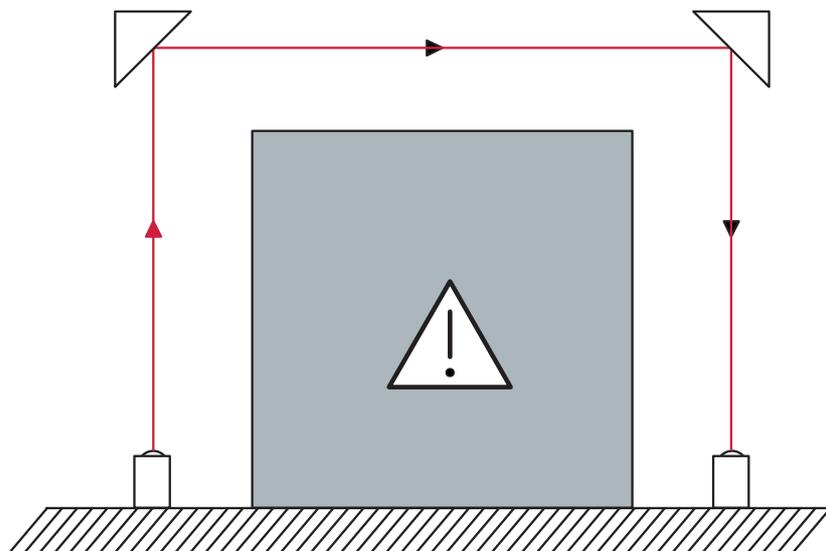

Figure 6.5 : Disposition des miroirs de renvoi
- Disposition des miroirs de renvoi de manière à ce que l'axe optique passe au centre du miroir, voir figure 6.5.